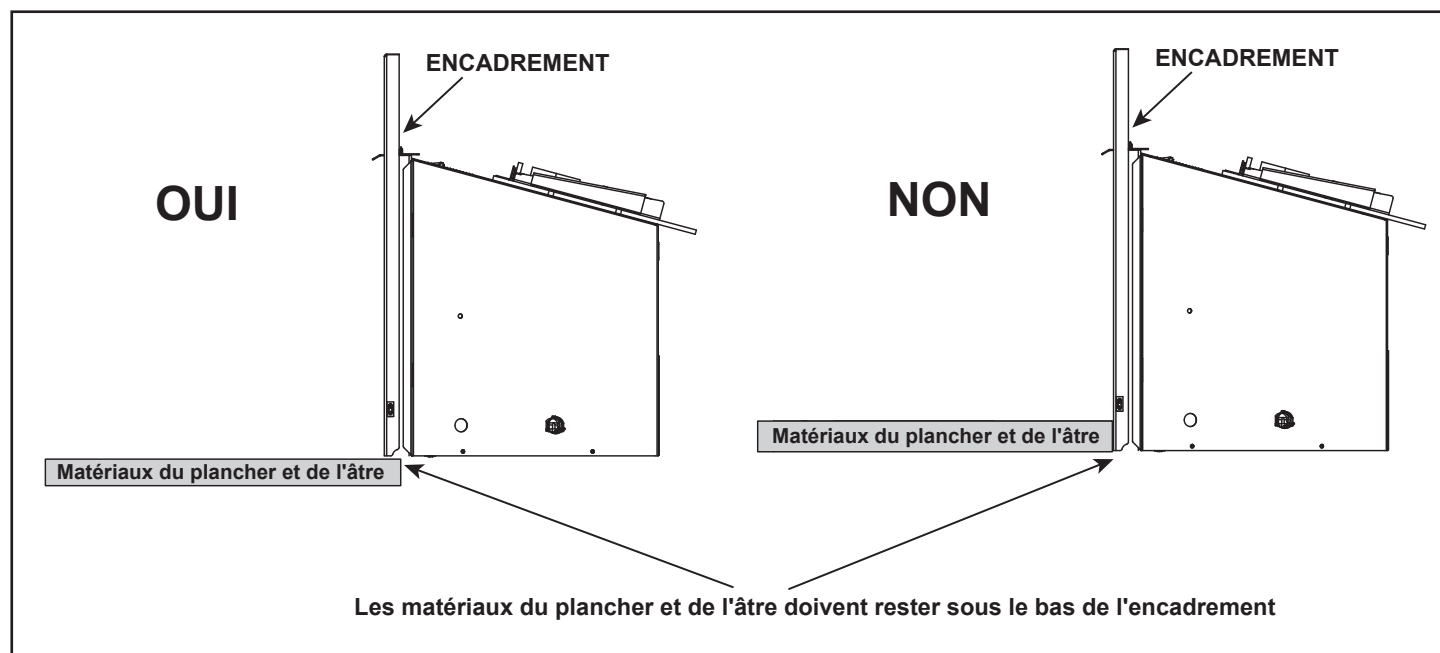

Figure 3.18 Matériaux du plancher et de l'âtre
- Tous les matériaux du plancher et de l'âtre doivent rester sous la partie inférieure de l'encadrement. Voir la figure 3.18.